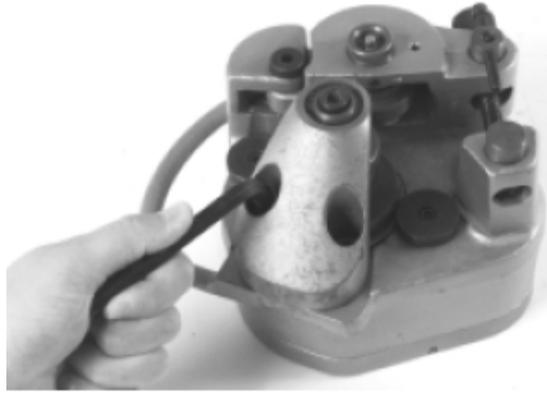

图12 — 安装驱动轮
7. 如果装入8"-12"或者4"-6" 10规管子滚轮组，那么要装入调节螺母支撑底座，并拧紧（见图12）。